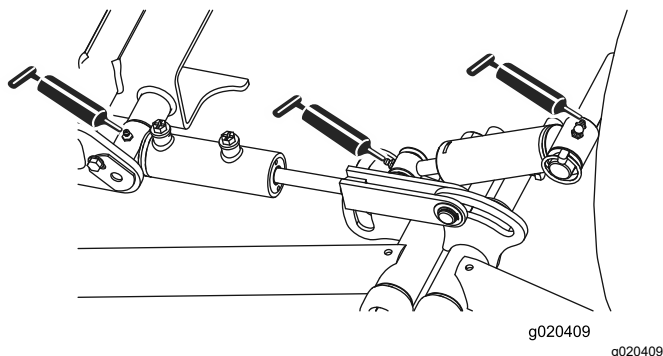

Figure 42
- Pivots de bras de levage avant et vérins de levage (3 chacun) ; voir Figure 42.